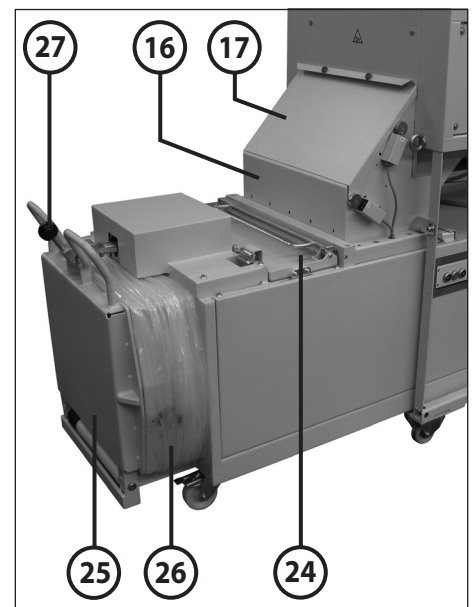

Abb. 7
Bei Dauerbetätigung dieses Tasters (mindestens 2 Sekunden gedrückt halten) fährt der Press-Stempel ein kleines Stück zurück und der Verschlusshebel (27) (Abb. 7) ein kleines Stück nach vorne (Druckentlastung an der Ausstoßklappe).